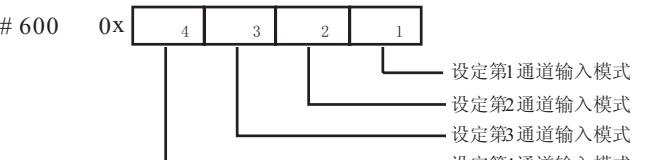

图 2-1 模式设定单元与通道对应关系
4. BFM#600：模式设定单元。用于设定第 1 通道到第 4 通道的输入模式。具体对应关系如图 2-1 所示。